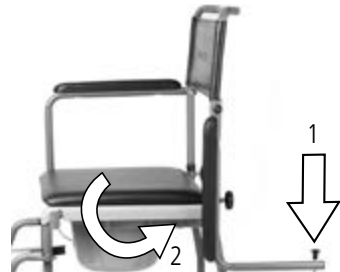

Abb.7
3. Zum Abschwenken des Seitenteils lösen Sie den Verriegelungsbolzen, indem Sie ihn nach hinten ziehen (1, Abb. 7).
4. Das Seitenteil kann nun nach unten abgeschwenkt werden (2, Abb. 7).